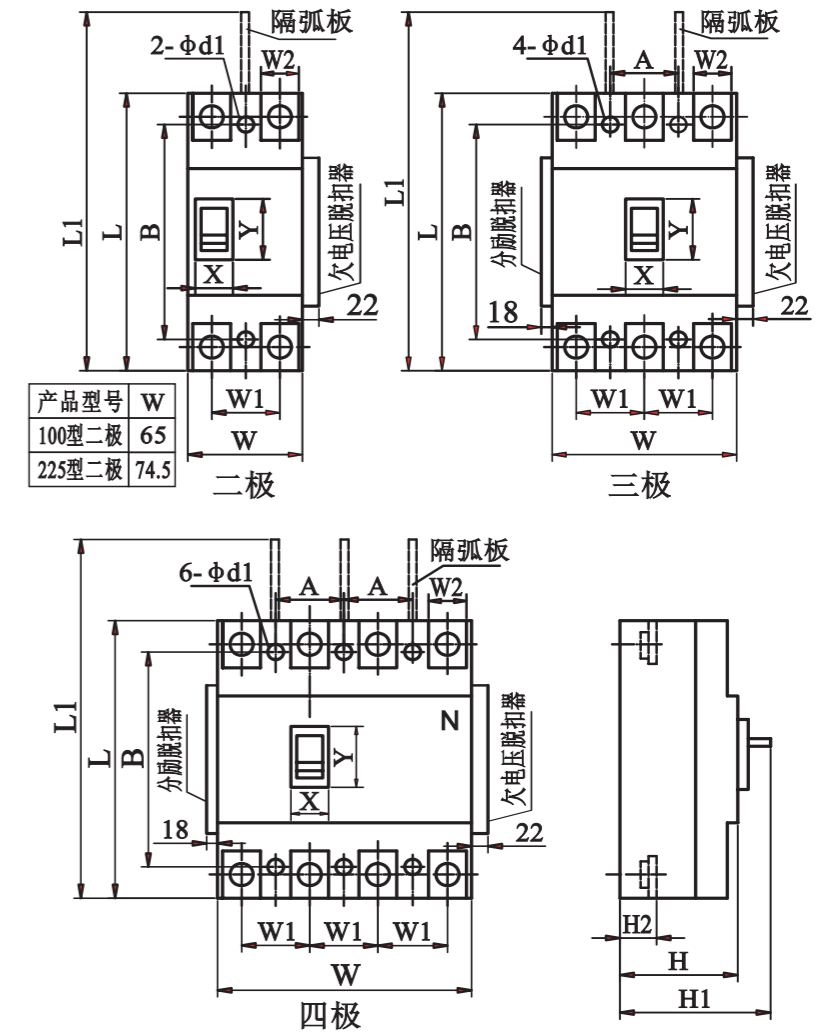
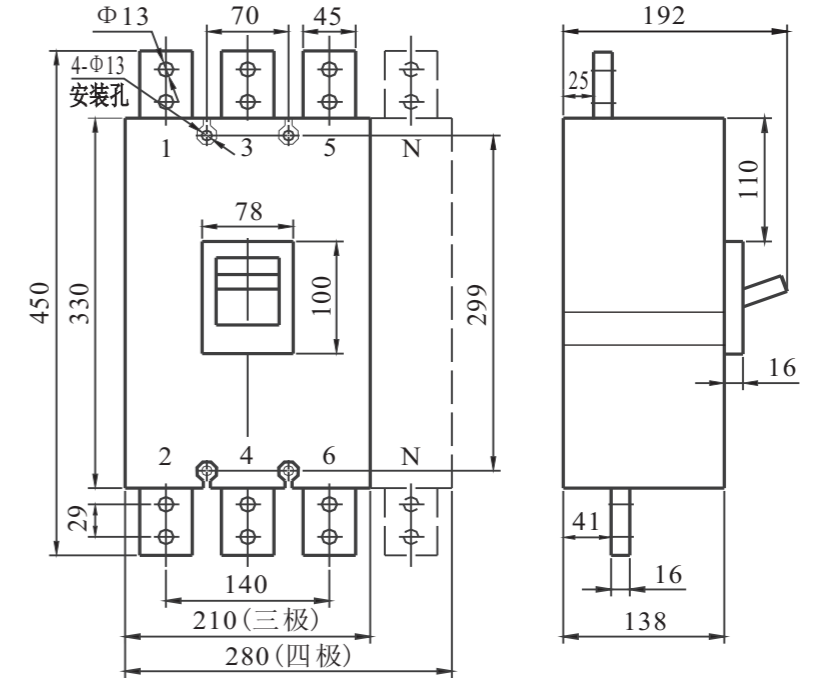

图6 RDM1-63~800板前接线外形及安装尺寸
图12 RDM1-1250断路器外形尺寸及安装尺寸
6.1 RDM1-63~1250板前接线外形及安装尺寸图6、图12和表8。